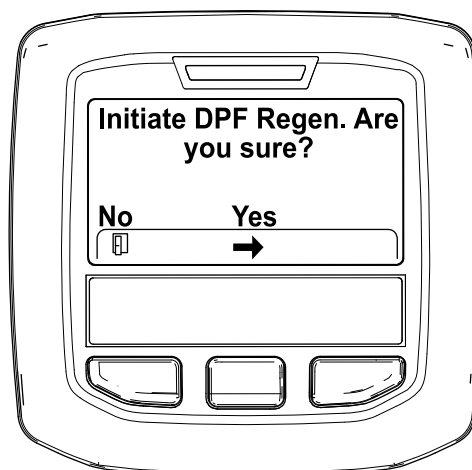

Figure 32
4. Quand le message « Initiate DPF Regen. Are you sure? » (lancer régénération FAP. Êtes-vous sûr(e) ?) s'affiche, appuyez sur le bouton central (Figure 32).